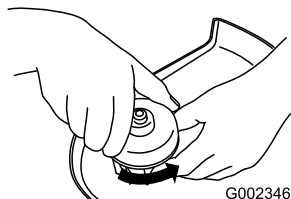

Figura 9
1. Girate il coperchio in senso antiorario (Figura 9).